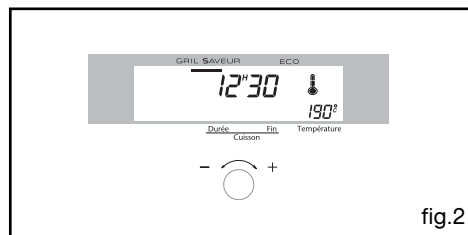

fig.2
- Après ces 3 actions, le feu chauffe et une barre horizontale dans l'afficheur sous le texte "GRIL SAVEUR" s'allume, vous indiquant que la fonction est en service (fig.2).